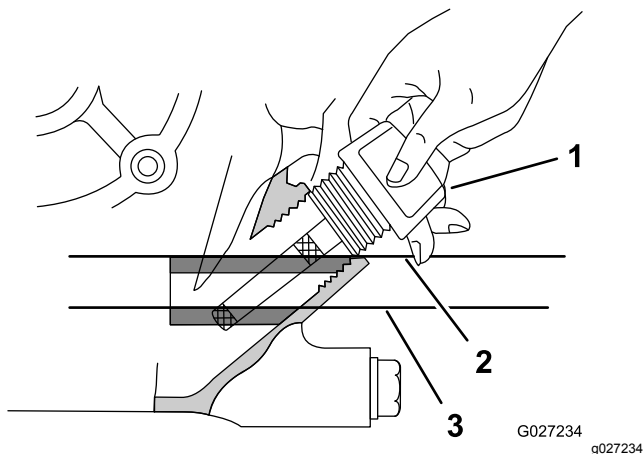

図 14
4. エンジンからディップスティックを抜きウェスで一度きれいに拭く(図 14)。
5. 図 14のようにディップスティックをエンジンに差し込む。
6. ディップスティックを引き抜いてオイル量を確認する図 14。
**注** ディップスティックについている2つの格子模様の間が全部オイルで濡れていればオイル量は適正です図 14。
8. ディップスティックを取り付けて手締めする図 14。